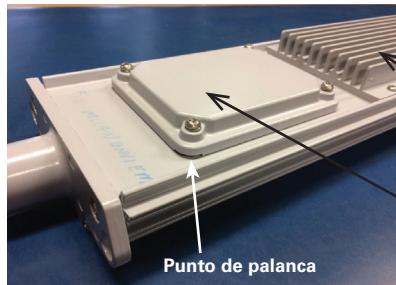

Imagen 18
- Para ayudar con la remoción de la cubierta del controlador AC, un punto de palanca se encuentra en una esquina del controlador AC (ver Imagen 18).